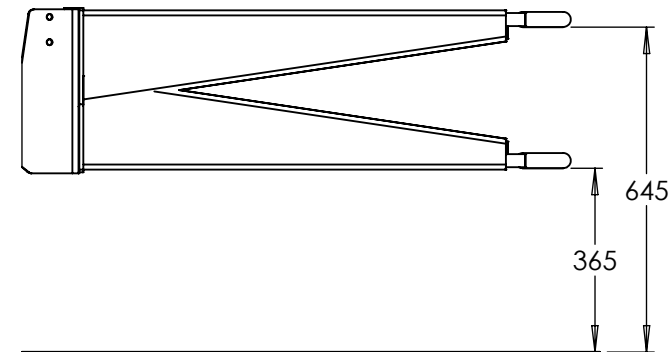

Abb. 6.2
Bevor Sie versuchen den Rundballenwickler am Traktor anzukuppeln, demontieren Sie die unteren Traktorgestänge, damit diese nicht die Maschinendeichsel (1) berühren. Die Maschine kann am Zughaken des Traktors angekuppelt werden. Vor dem Ankuppeln an den Traktor muss die richtige Höhe des Kupplungsauges (2) bestimmt werden. Bitte beachten, dass die Zugdeichsel über Kopf (siehe Abb. 6.2) montiert werden kann, um sie auf eine hohe oder niedrige Kupplungshöhe anzupassen. Eine weitere Höhenanpassung ist möglich über die Wahl von einer der drei Montagehöhen der Deichsel auf der vorderen Montageplatte (3) am Hauptrahmen der Maschine. Für diese Maschine gibt es drei Deichseltypen: Standardkupplung (wie gezeigt), Gabelkupplung und Hochkupplung, die je nach Traktorzugvorrichtung gewählt werden können. Sobald die geeignete Kupplungshöhe festgelegt worden ist, kann die Höhe des Fahrgestells durch Drehen der Handkurbel an der Hebewinde (1) im Uhrzeigersinn oder gegen den Uhrzeigersinn angehoben oder verringert werden. Nachdem die Maschine am Traktor angekuppelt wurde, muss die Hebewinde ganz nach oben durch Drehen der Handkurbel im Uhrzeigersinn eingefahren werden.